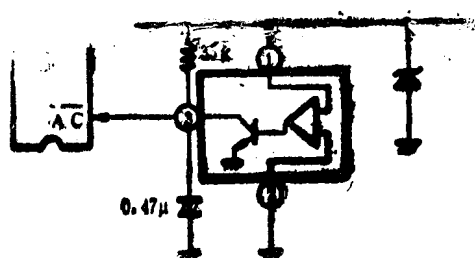

图 1-9 自动清除电路
如图 1-9 所示，自动清除电路接在 IC1002 的自动清除脚② AC，在按下电源开关打开电视机时，使机器所有功能均处于待用状态。